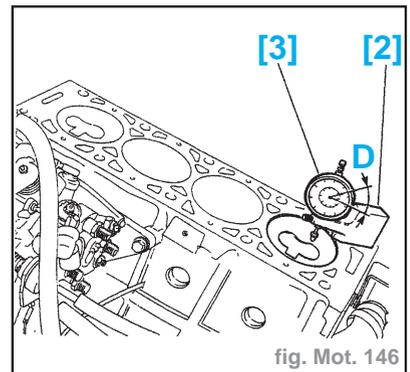

fig. Mot. 146
- Monter le comparateur sur le support et l'étalonner sur la tablature (outils [2] - [3] (fig. Mot. 146)).